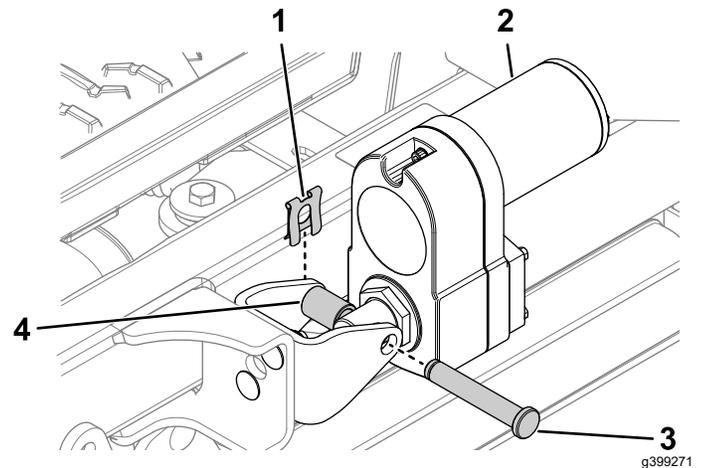

Figura 19
3. Fije el actuador en el soporte con el pasador de horquilla, el espaciador de aluminio y el clip, tal y como se muestra en la Figura 19.